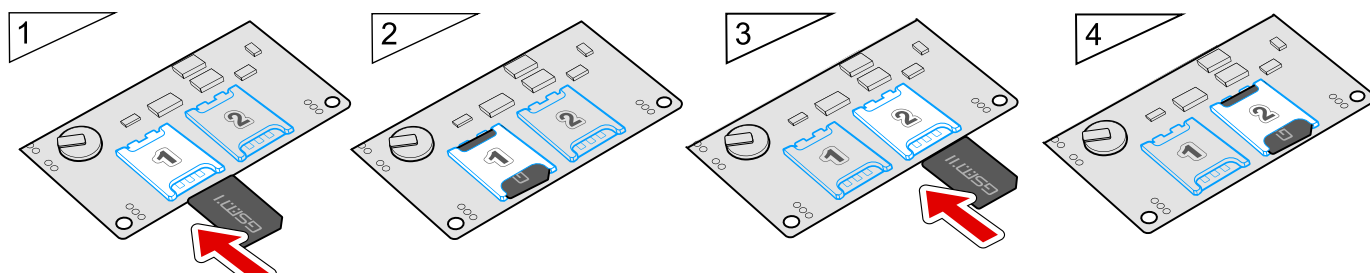

Рис.2. Установка SIM-карты.
- Установите первую SIM-карту в левый слот SIM-держателя контактами вниз. При этом срезанный угол SIM-карты должен быть расположен ближе к краю печатной платы (Рис.2, п.1).
- Если требуется, установите вторую SIM-карту в правый слот SIM-держателя контактами вниз. При этом срезанный угол SIM-карты должен быть расположен ближе к краю печатной платы (Рис.2, п.3).